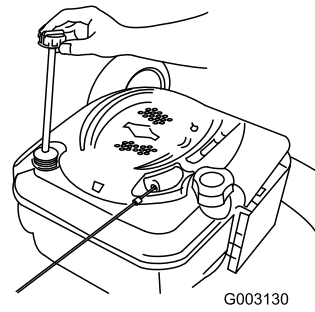

Figura 42
2. Retire la varilla (Figura 42).